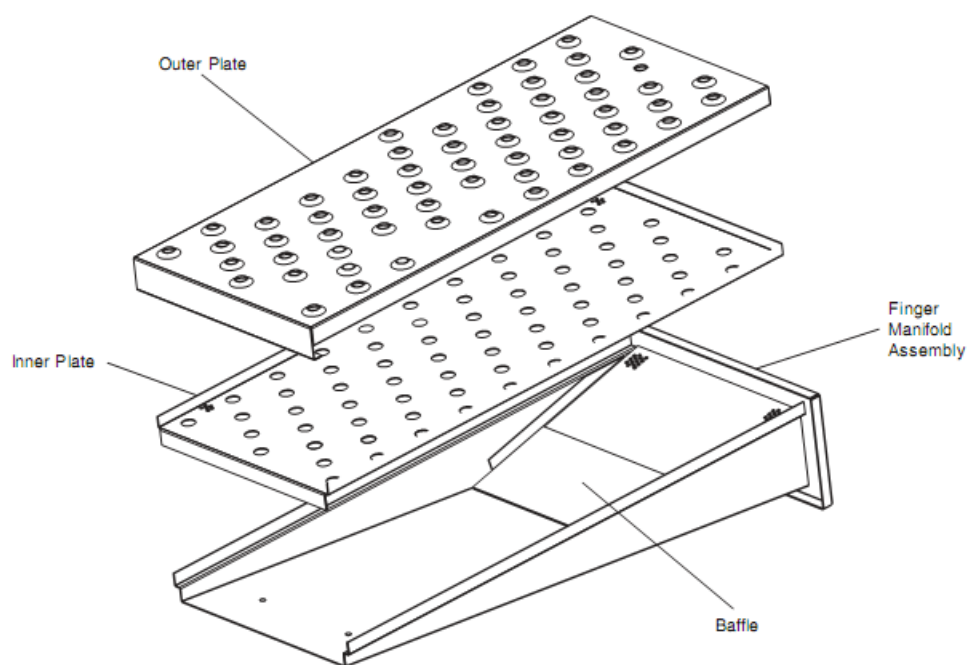

Рис. 1-7 Направляющие воздуха
D. Направляющие воздуха и крышки – См. Рис. 1-7